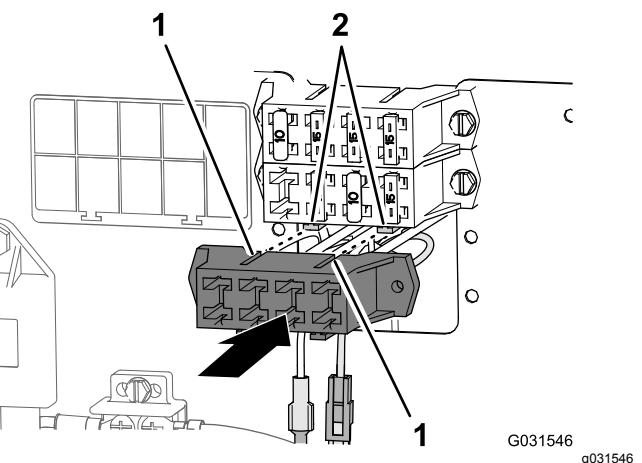

Figura 205
3. Alinee las ranuras del bloque de fusibles auxiliares con las arandelas de montaje del bloque de fusibles de la máquina (Figura 205).